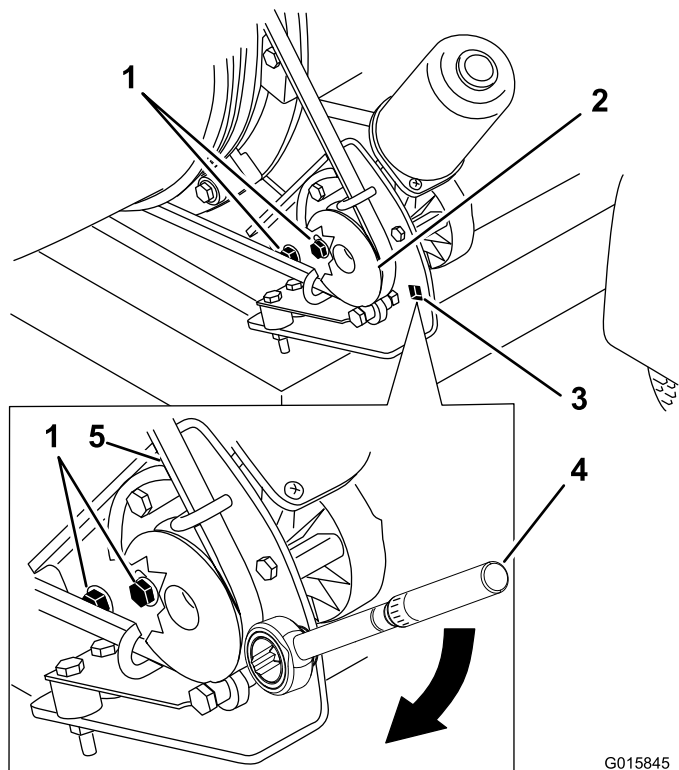

Рисунок 33
- Ослабьте болты крепления монтажного кронштейна шкива к раме воздуходувки (Рисунок 33).
- Установите динамометрический ключ на монтажном кронштейне шкива (Рисунок 33).
- Отверните монтажный кронштейн шкива от сопла так, чтобы показание динамометрического ключа стало равным 22,6 – 26,0 Н·м (Рисунок 33).